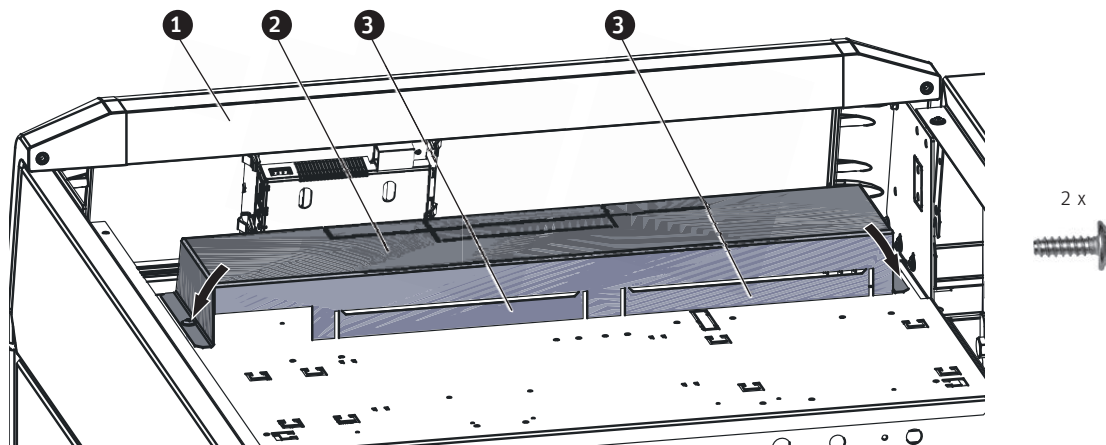

Fig. 145 Infilare la copertura e avvitarla
- Nella copertura per i morsetti di collegamento, piegare i passacavo verso l'interno e fissare la copertura con 2 viti autofilettanti – Fig. 145.